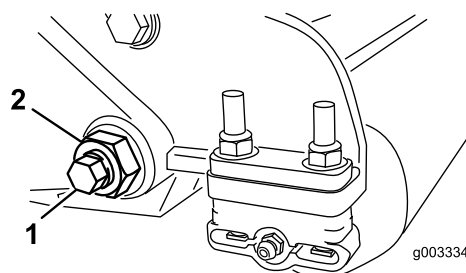

図 30
3. ベッドバーボルト 図 30 を固定しているロックナット機体両側をゆるめる。
4. 各ベッドバーボルトを抜いてベッドバーを下に引き抜いて外す 図 30。